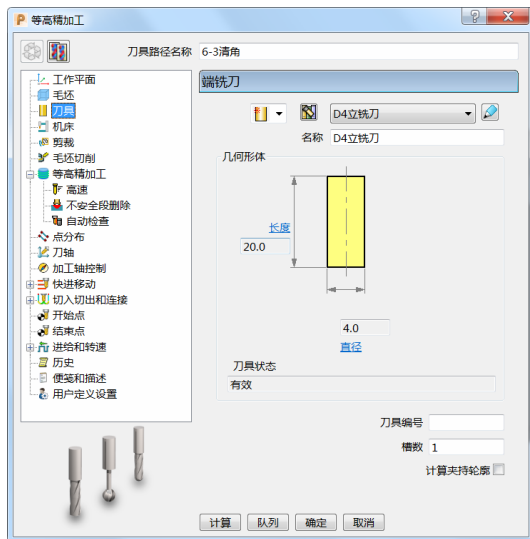

图 3-96
- 3) 刀具: 选择“ $\phi 4$ 立铣刀”, 伸出 20mm。(图 3-96)